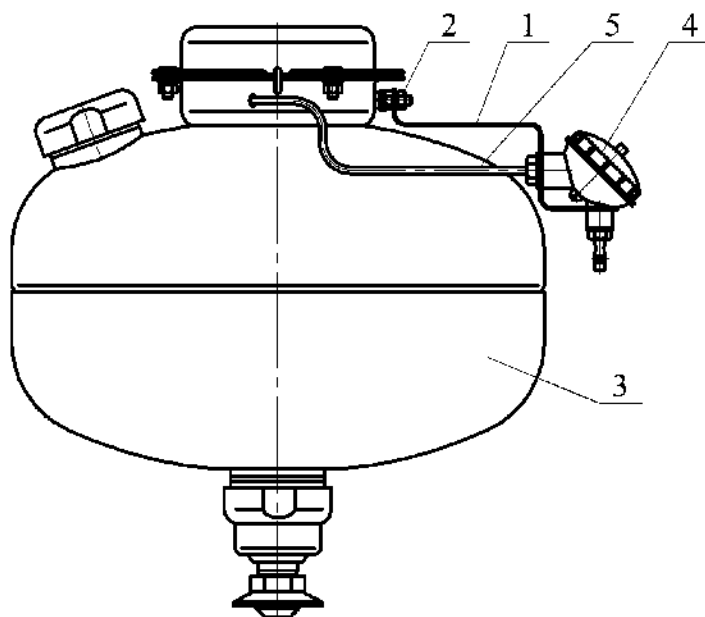

Рисунок 3
4.3.1.1 На кронштейне 1, закрепленном гайкой 2 на фланце МУПТВ 3 (см. рисунок 3), установлен электронный узел запуска 4. Вывода элемента электропускового 5 ИХГ, вставленные в трубку ПВХ, через гермоввод соединены с электронным узлом запуска 4.
6.8.2 Гайкой 2 (см. рисунок 3) закрепить на корпусе МУПТВ кронштейн 1.
6.8.3 С корпуса 1 электронного узла запуска (см. рисунок 5) открутить крышку 2 и винт 3. Через отверстия винта 3 (см. рисунок 5) и кронштейна 1 (см. рисунок 3) в гермоввод электронного узла запуска ввести провода элемента электропускового ИХГ и при необходимости ШПС. Винтом 3 (см. рисунок 5) закрепить на кронштейне электронный узел запуска.